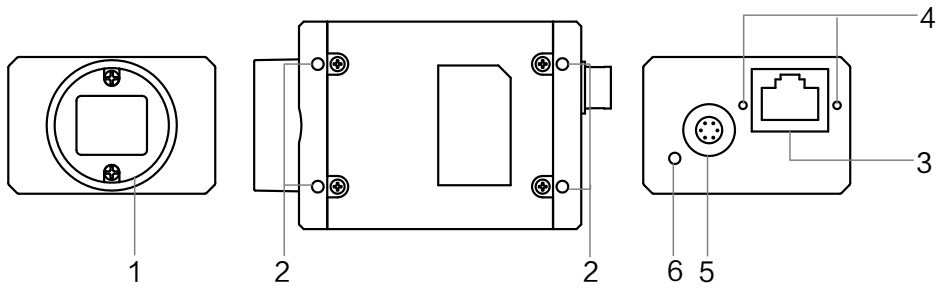

图4-3 29 mm×44 mm×59 mm
- 图4-3尺寸 29 mm×44 mm×59 mm 的千兆网口面阵相机外观。
- 29 mm × 44 mm × 59 mm (图4-3)